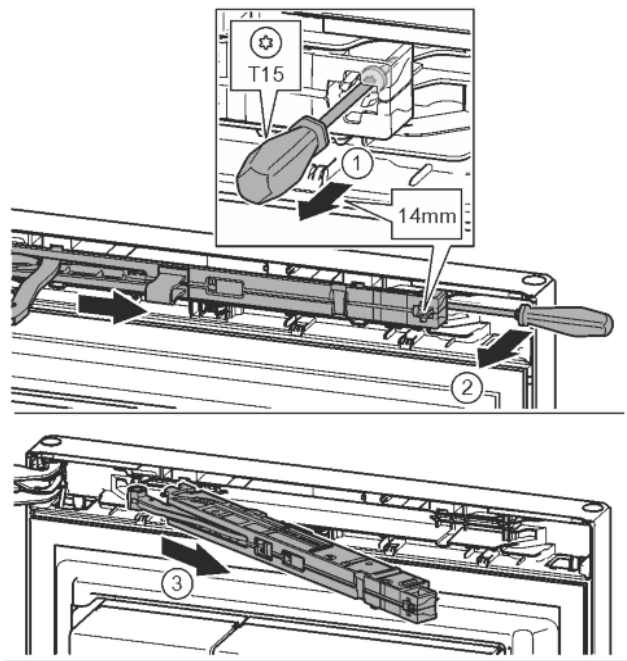

Fig. 12
- ▶ Schroef op de sluitdempereenheid met schroevendraaier T15 ca. 14 mm losdraaien. Fig. 12 (1)
- ▶ Een schroevendraaier aan de kant van de handgreep achter de sluitdempereenheid plaatsen en naar voren draaien. Fig. 12 (2)
- ▶ Sluitdempereenheid eruit trekken. Fig. 12 (3)